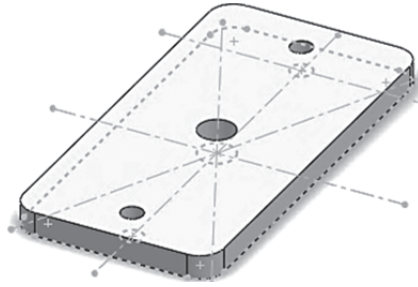

Рисунок 9.3
2. Выделите в дереве конструирования построенный эскиз, выберите команду «Вытянутая бобышка/основание» и на панели свойств задайте величину выдавливания **3,0 мм** (рис. 9.3).